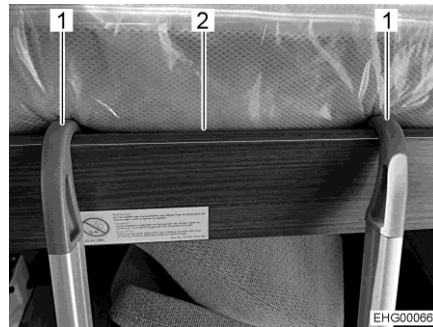

Fig. 64 Escalera de ascenso (cama elevada)
- Enganchar la escalera de ascenso con las dos horquillas (Fig. 64,1) en el marco de la cama (Fig. 64,2) en la cama elevada. Al enganchar, prestar atención a que las horquillas tengan contacto con los dispositivos de fijación dispuestos en el interior. Con ello, se excluye el desplazamiento lateral de la escalera de ascenso.
- Desenganchar la escalera de ascenso (Fig. 64,1).